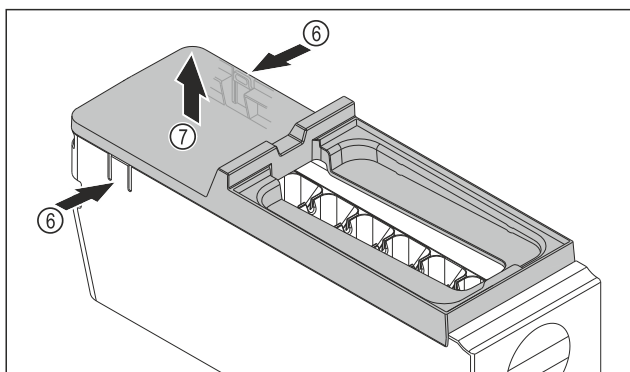

Fig. 155
- Снимите крышку корпуса EasyTwist-Ice: Надавите рукой на накладку Fig. 155 (6) с обеих сторон корпуса EasyTwist-Ice.
- Другой рукой снимите крышку Fig. 155 (7) по направлению вверх.